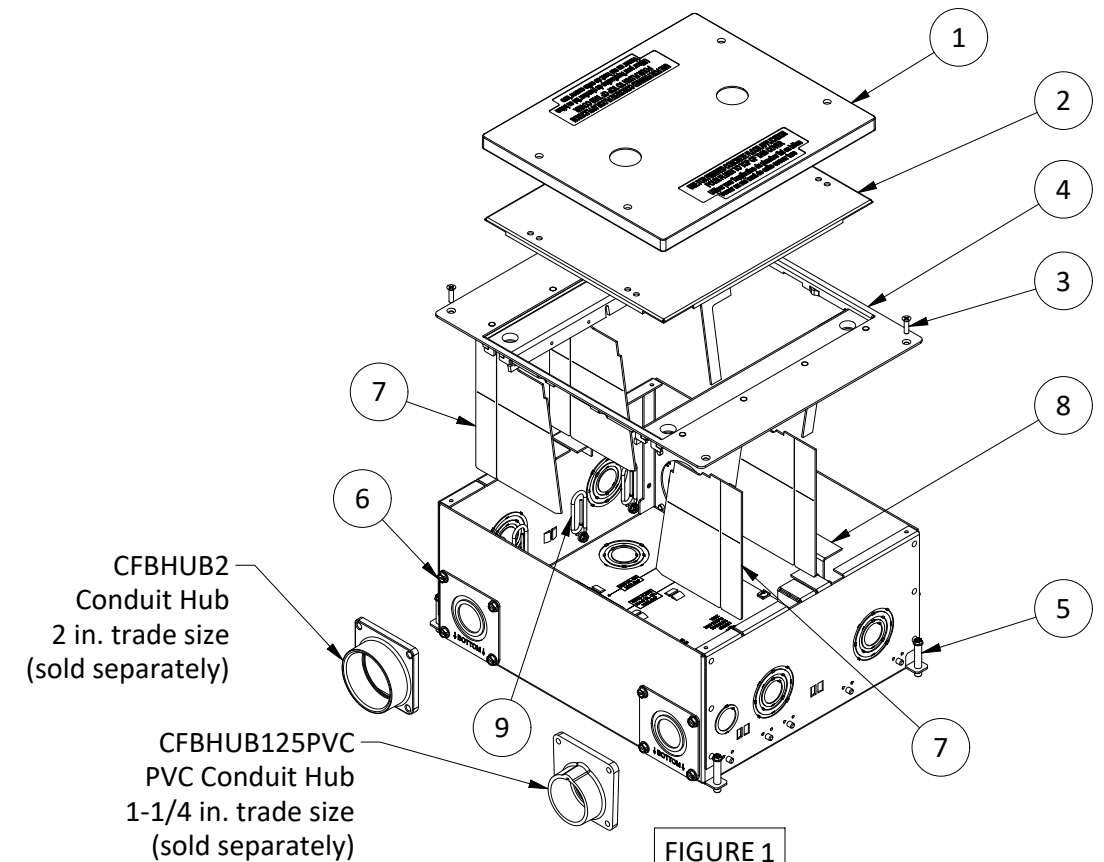

FIGURE 1
### BEFORE CONCRETE POUR, SEE FIGURES 1, and 2
4. Install leveling screws [5] as shown in FIGURE 1.
#### **AVANT LA COULÉE DU BÉTON, CONSULTER LES FIGURES 1 ET 2**
4. Fixer les vis de mise à niveau [5] comme à la figure 1.